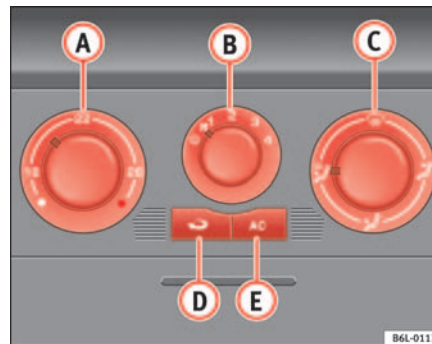

Fig. 89 Mandos del Aire Acondicionado en el tablero de instrumentos
- Desconecte el sistema de refrigeración con la tecla ⇒ fig. 89  (se apaga el testigo de la tecla).
Con la recirculación de aire en marcha ⇒ página 125, fig. 89  (se enciende un testigo en la tecla), se evita que los malos olores del exterior, por ejemplo, al atravesar un túnel o en un atasco, penetren en el habitáculo.